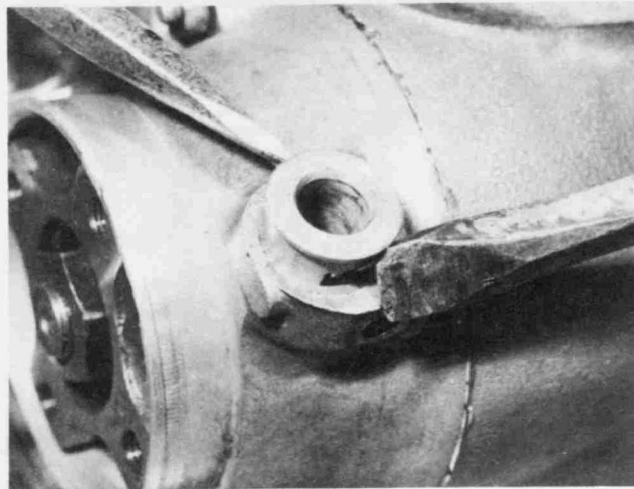

Bild 117
- Die Tachometerwellen-Befestigungsschraube vollständig herausdrehen. Die Buchse des Tachometer-Antriebsrads mit unter dem Rand der Hülse angesetzten Schraubendrehern heraushebeln und das Tachometer-Schraubenrad herausziehen (Bild 117 und 118).